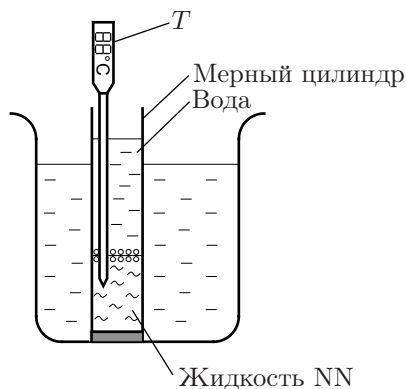

Рис. 52
3. Наливаем в пробирку (с подставкой) сначала неизвестную жидкость, потом воду. Между жидкостями есть четкая граница раздела. Ставим пробирку в стакан с водой. Чтобы не возникало перегретой жидкости, опускаем внутрь пробирки деревянную палочку как источник центров парообразования. Температуру системы измеряем термометром, опущенным внутрь пробирки (рис. 52). Температуру воды во внешнем стакане изменяем, доливая туда горячую или холодную воду. Так находим